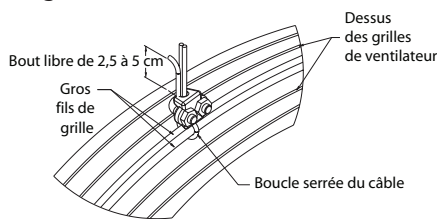

Figure 6 — Détail du serre-câble
- IMPORTANT :** Utiliser au moins (4) boulons pour fixer le support au mur (deux en haut et au moins deux en bas).
- Introduire (4) boulons, (2) de chaque côté du moteur, et serrer les écrous-freins.
- Attacher le câble de soutien de sécurité secondaire utilisé pour offrir une protection supplémentaire en cas de défaillance des autres supports et visseries de fixation. Pour assurer une pose correcte du câble de soutien de sécurité secondaire, lire et suivre avec attention toutes les instructions à partir de la Figure 6.
- Passer un côté du câble autour des fils de fer de gros diamètre à la fois des grilles avant et arrière, comme sur la Figure 6.